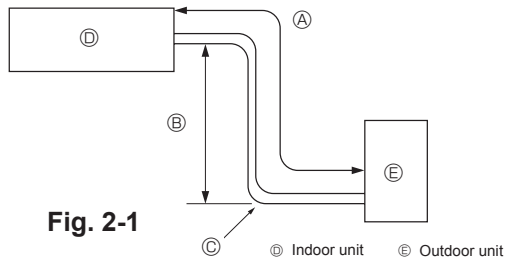

Fig. 2-1
9.2.1. Refrigerant pipe (Fig. 2-1)